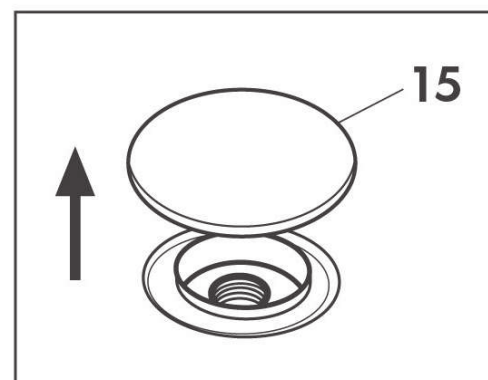

Fig. 4
Lossa proppen (15) och häll i vatten, helst avmineraliserat, eller rengöringsmedel som inte skummar i behållaren (Fig. 4).